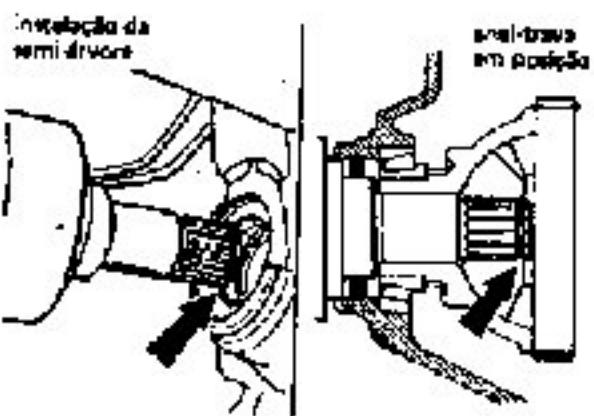

Fig. 26
7. Instalar um novo anel-trava na semi-árvore esquerda e inseri-la na transmissão, fazendo pressão sobre a parte externa da roda para que a trava fique perfeitamente encaixada na planetária (fig. 26)